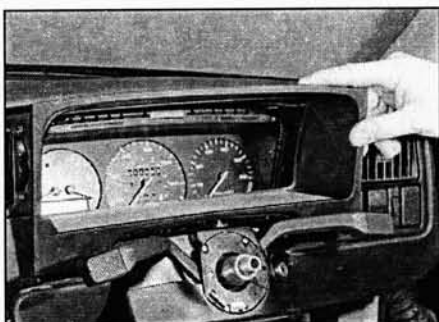

Рис. 10.3. Снятие декоративной накладки панели приборов (ранние модели)
- 3 Отверните два винта и снимите декоративную накладку панели приборов (рис. 10.3).